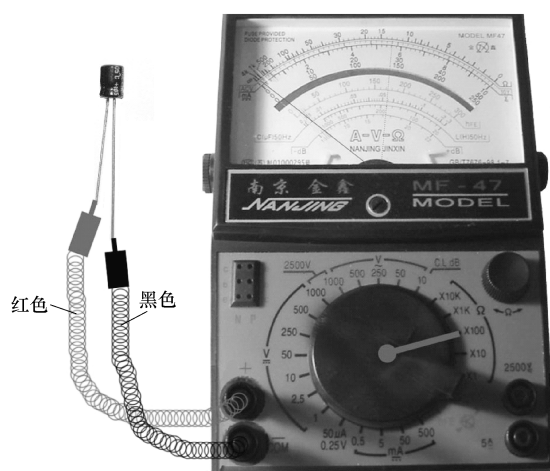

图 2-13 电解电容正向漏电阻的检测
1) 电解电容正向漏电阻的检测:检测时,应针对不同容量选用合适的量程,如图 2-13 所示,将万用表红表笔接负极,黑表笔接正极,当表笔刚接通时,表针向右偏转一个角度,然后表针缓慢地向左回转,最后表针稳定后所指的读数即为该电容的正向漏电阻,此阻值越大越好,最好指向无穷大处。若漏电阻只有几十千欧,表明该电解电容漏电严重。